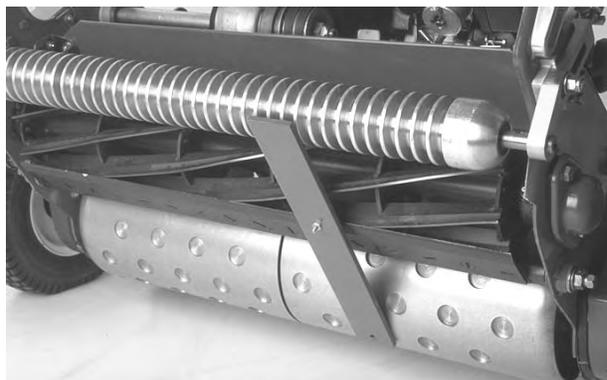

Figure 15
4. Accrochez la tête de la vis sur le bord tranchant de la contre-lame et appuyez l'arrière du gabarit contre le rouleau arrière (Fig. 15).